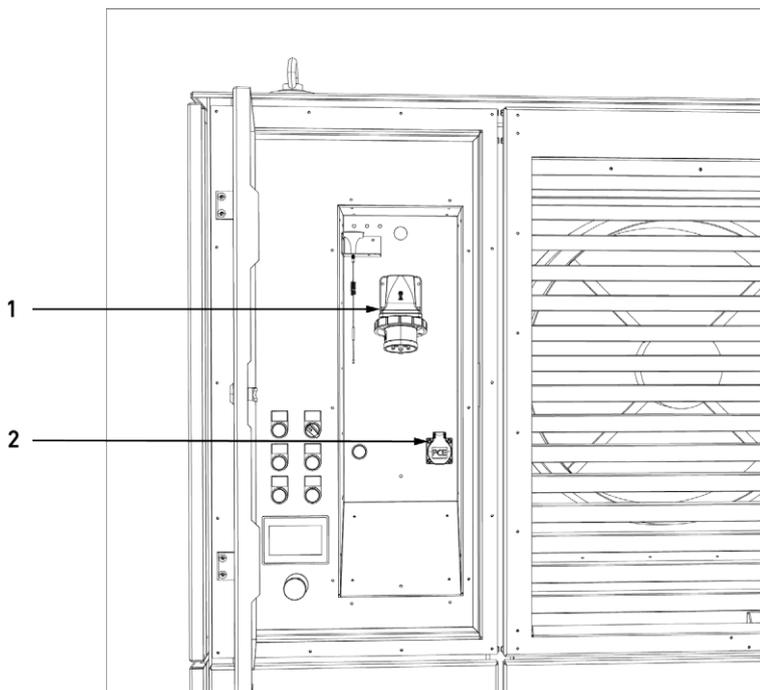

Abbildung 16: Stromanschluss der Anlage
Maximal. zul Strom/Leistung an beiden Steckdosen (Abbildung 16 mit (2) markiert und Abbildung 17 mit (1) markiert) gleichzeitig beträgt 3A/690W.
Maximal zulässige Strom/Leistung an beiden Steckdosen (Abbildung 16 mit (2) markiert und Abbildung 17 mit (1) markiert) gleichzeitig beträgt 3A/690W.